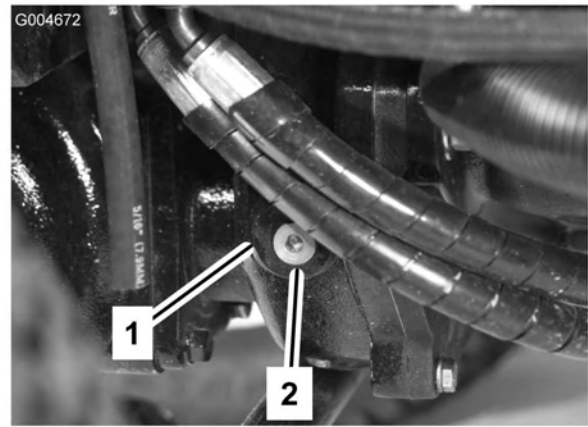

Figure 13
2. Enlevez le bouchon de contrôle/remplissage du côté gauche du boîtier d'engrenages (Figure 13) et vérifiez que le lubrifiant atteint la base de l'orifice. Si le niveau est bas, ajoutez suffisamment de lubrifiant pour rectifier le niveau.